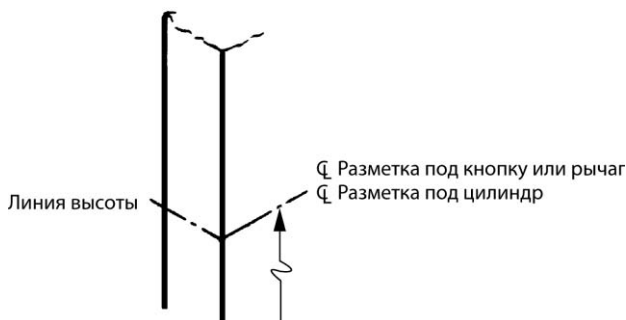

Рис. 6.23. Горизонтальная разметка (С разрешения компании Schlage Lock Company)
1. Отмерить необходимую высоту от пола с обеих сторон и на торце двери. Нарисовать горизонтальные линии на торце двери (рис. 6.23).